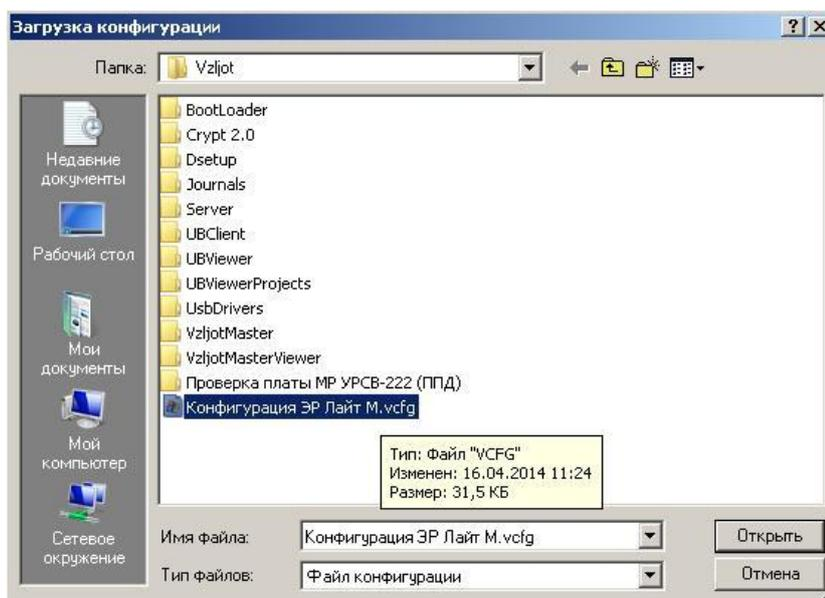

Рис.30. Окно «Загрузка конфигурации»
- в программе «Универсальный просмотрщик» выбрать пункт «**Проект**» / «**Конфигурация**» / «**Загрузить конфигурацию**» и выбрать файл конфигурации для загрузки (рис.30).